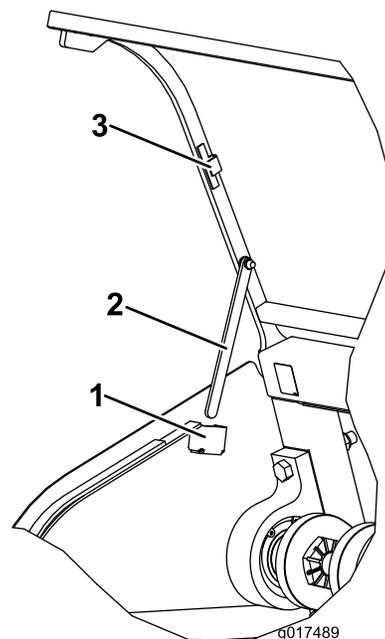

Figura 33
3. Su ogni lato del cofano, ruotate l'asta di sostegno dalla staffa di immagazzinamento magnetica e inseritela nel relativo vano (Figura 33).